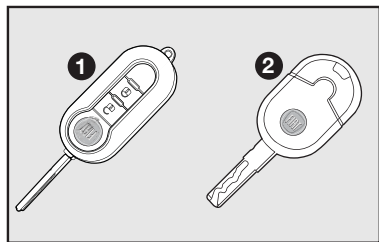

fig. 1
## CHAVES - fig. 1
Com o veículo são entregues, conforme versão, duas chaves **1-fig. 1** ou duas chaves **2-fig. 1**.
As chaves **1** ou **2-fig. 1** de uso normal no veículo são usadas para:
- abertura/fechamento das portas por meio do controle remoto (chave **1-fig. 1**).
Para a chave **2-fig. 1** está prevista a predisposição para instalação de controle remoto.